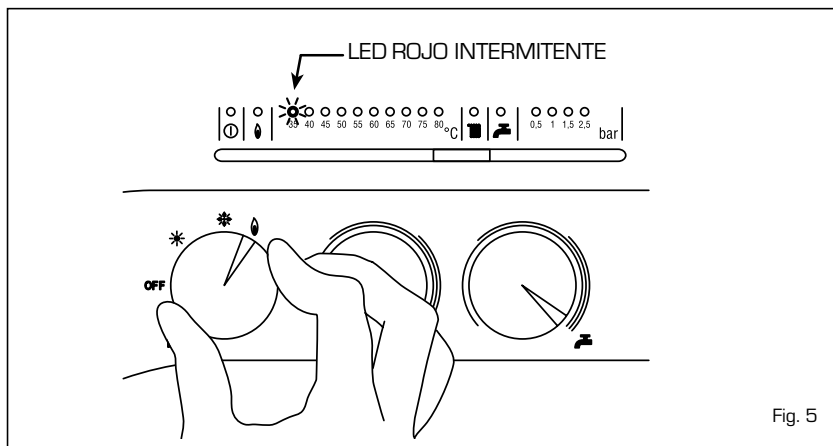

Fig. 5
**- Intervención termostato de seguridad (fig. 5).**